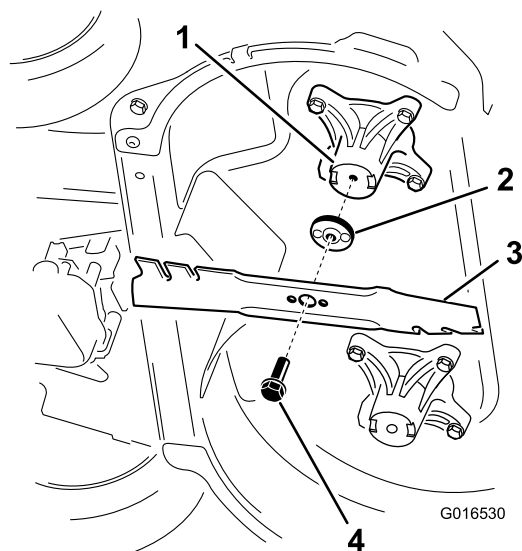

Рисунок 44
2. Снимите каждый нож, как показано на Рисунок 44.
1. Установите первый нож так, чтобы он находился в горизонтальном положении, вместе со всеми крепежными деталями, как показано на Рисунок 44.